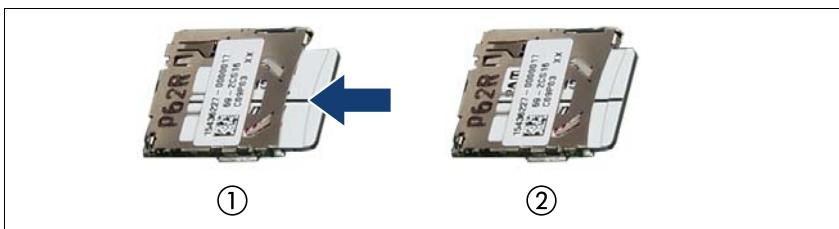

図 191: microSD カードの取り付け
- ▶ 所定の位置に固定されるまで、ラベルを上に向けて microSD カードをコントローラの microSD スロットに挿入します（図 191 を参照）。